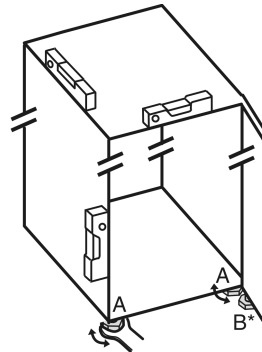

Fig. 8
- ▶ Az állítható lábakat Fig. 8 (A) a mellékelt villáskulccsal és egy vízmérce segítségével csavarja ki addig, amíg a készülék szilárdan és egyenesen be nincs igazítva.
- ▶ A csapágybak állítható lábát Fig. 8 (B) a mellékelt villáskulccsal csavarja ki úgy, hogy a padlón fekdjön.
- ▶ Az állítható lábat Fig. 8 (B) forgassa tovább 90°-kal.